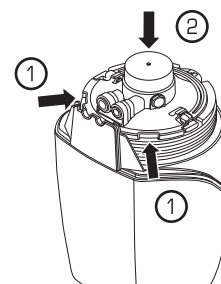

Fig. 42
11. **Vuelva a insertar** el soporte (con el cartucho) en la base **alineando las muescas** del soporte con las pestañas de la base ①. Con la manija sin levantar, **presione firmemente** el soporte hacia abajo hasta que haga contacto con la base ② (Fig. 42).